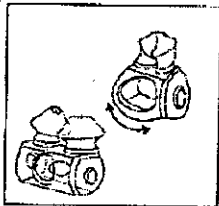

Figura 2
1. Para colocar el almohadillado, presione los laterales para que se doble hacia adentro (figura 2)